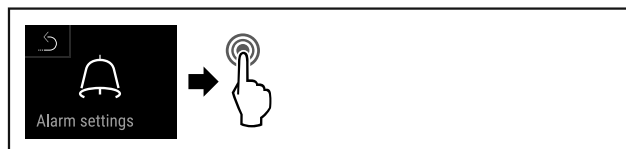

Fig. 148
- ▶ Eseguire i passi (vedere Fig. 148).